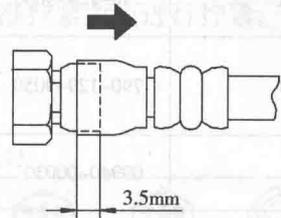

图 1-5 示意图 (5)
(2) 如图 1-5 所示，在将软管完全插入匹配接头后，将它向回拉一下，以检查它的连接情况。当向回拉